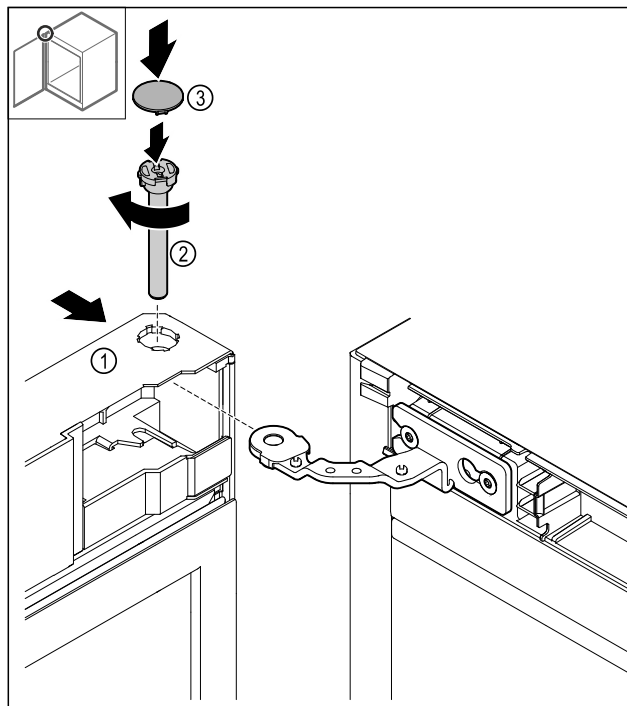

Fig. 43
- ▶ Glisați ușa Fig. 43 (1) sus pe balama.
- ▶ Introduceți bolțul Fig. 43 (2) și strângeți-l ferm în sens orar.
- ▶ Așezați capacul Fig. 43 (4).